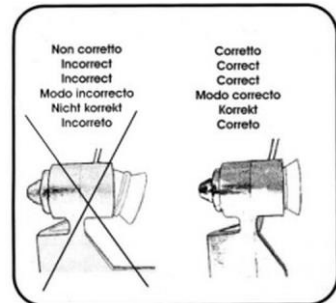

Fig. 15
16. Empuje la junta de la tapa de aspiración hasta el fondo de la cabeza espiral. Asegúrese de que la junta de la tapa esté colocada correctamente como se muestra en la Fig. 15.